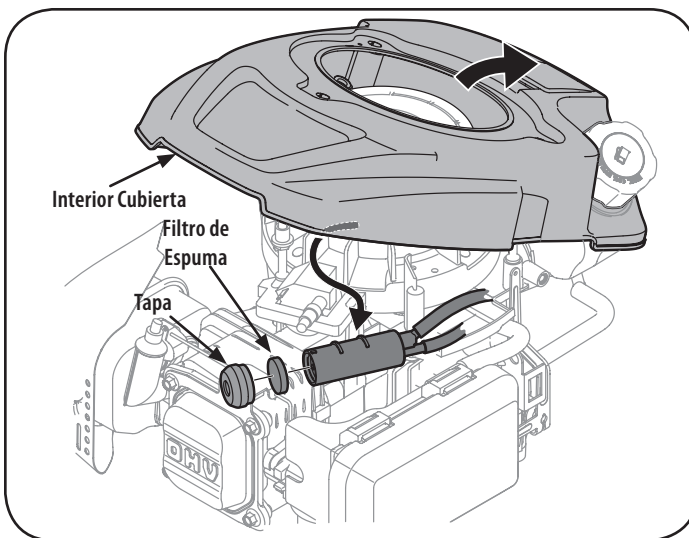

Figura 20
3. Levante interior cubierta de motor y tire con cuidado montaje caja del filtro de carbono de bajo cubierta, como se muestra en la Figura 20.
4. Retire la tapa del extremo del cartucho y tire el filtro de espuma y vuelta desde el interior del conjunto. Vea la Figura 20. Limpie o reemplace el elemento cuando está dañado.